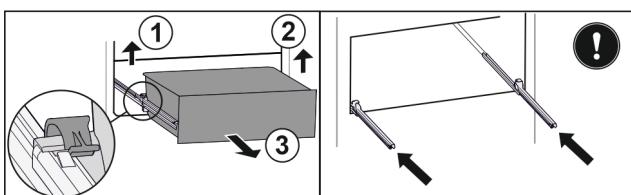

Fig. 131
- Приподнимите левый зажим и одновременно вытяните движением вперед выдвижной ящик слева. Fig. 131 (1)
- Приподнимите правый зажим и одновременно вытяните движением вперед выдвижной ящик справа. Fig. 131 (2)
- Извлеките выдвижной ящик движением вперед. Fig. 131 (3)